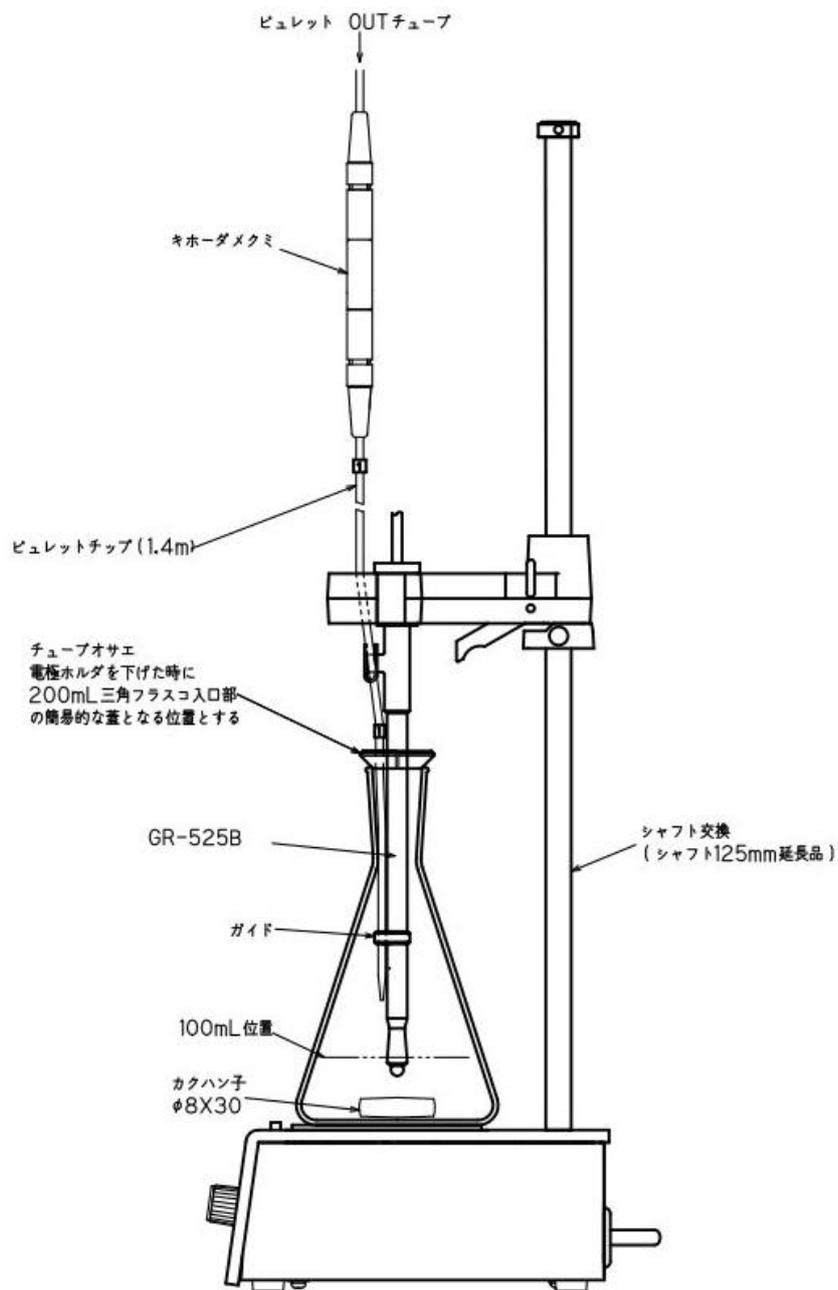

図1 電極アッセンブリおよびスターラ改造の一例
- ① 本法は試料の前処理を含む測定であるため、前処理の良し悪しが測定結果に大きく影響します。
- ② 200mL 三角フラスコを用いて前処理を行い、前処理終了後ただちに電極が浸漬するだけの純水を加え、複合電極（ガラス比較複合電極）を三角フラスコに挿入し滴定します。図1に本測定用の電極アセンブリおよびスターラ改造の一例を示します。